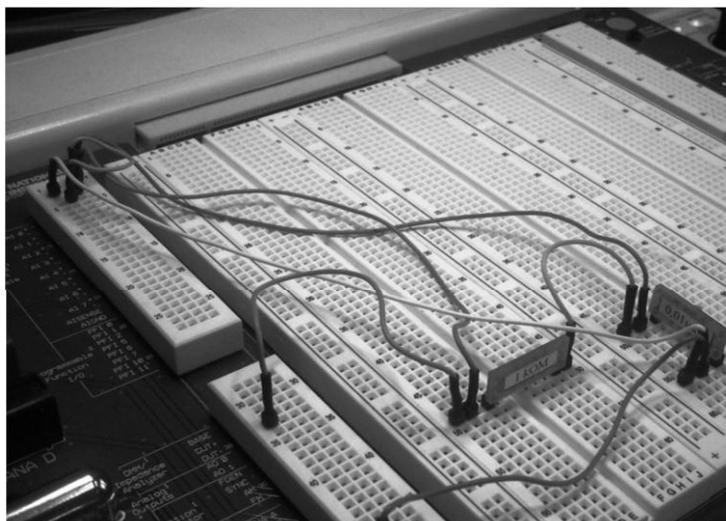

Рис. 5
4.1. Соберите на макетной плате схему (рис.5), используя сопротивление резистора $R = 1 \text{ кОм}$ и емкость конденсатора $C = 0,01 \text{ мкФ}$.